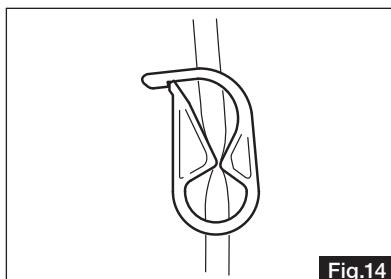

Fig.14
- 1) Chiudere il morsetto del tubo posizionato tra l'ago del tubo per l'irrigazione e la pompa di irrigazione (Fig. 14).